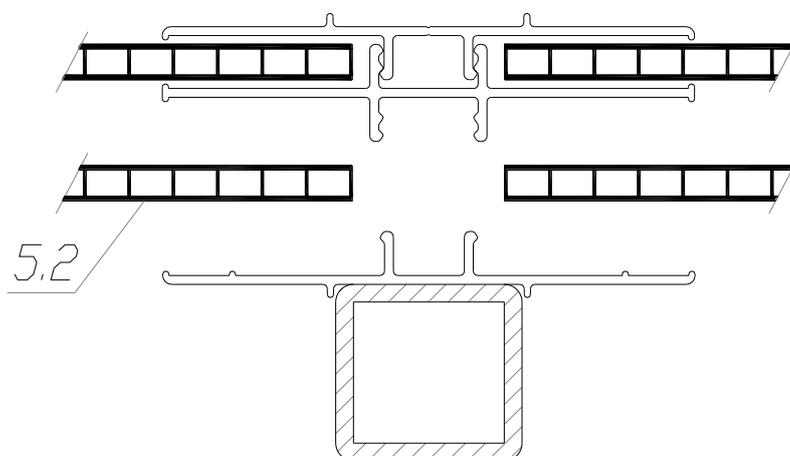

Рис. 7.4
7.4. Отстегните средние направляющие профили с одной стороны мини-парника примерно наполовину длины. Аккуратно заведите нижние сдвижные листы СПК (поз. 5.2) в открывшиеся зазоры между нижними и средними направляющими профилями (рис. 7.4 и 7.5).